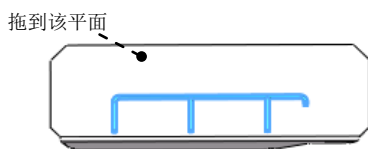

图 13.2.42 成形特征 1
Step6. 创建图 13.2.42 所示的成形特征 1。
(1) 单击任务窗格中的“设计库”按钮, 打开设计库对话框。
(2) 单击“设计库”对话框中的 ch13 节点, 在“设计库”下部的列表框中选择“file_shaped_tool_01”文件并拖动到图 13.2.42 所示的平面, 在系统弹出的“成形工具特征”对话框中单击 按钮。